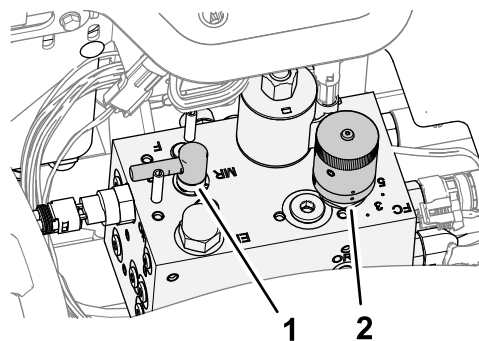

Рисунок 94
4. Установите рычаг заточки обратным вращением в положение R (заточка обратным вращением) (Рисунок 94).